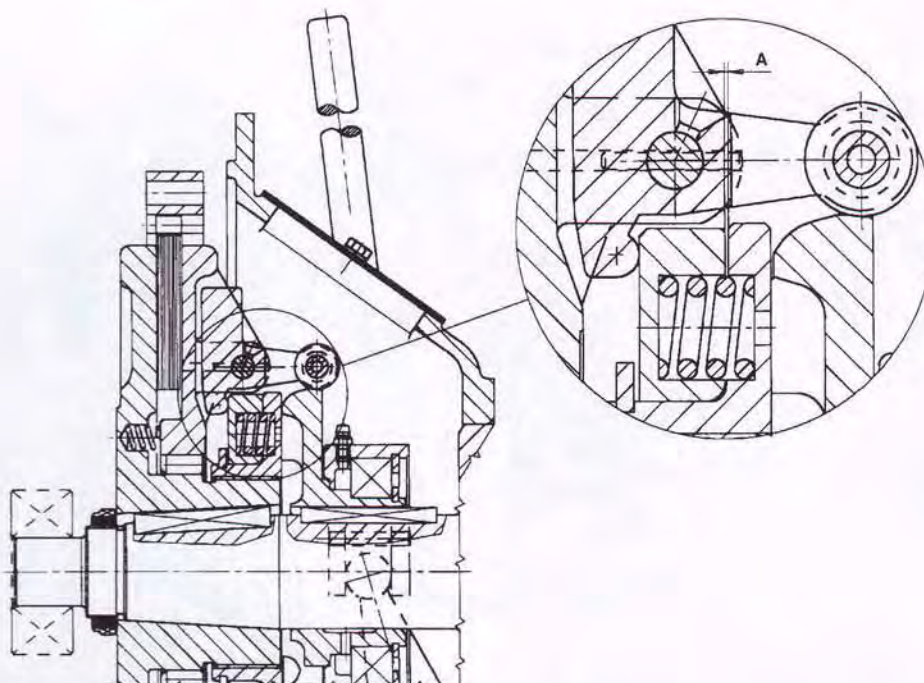
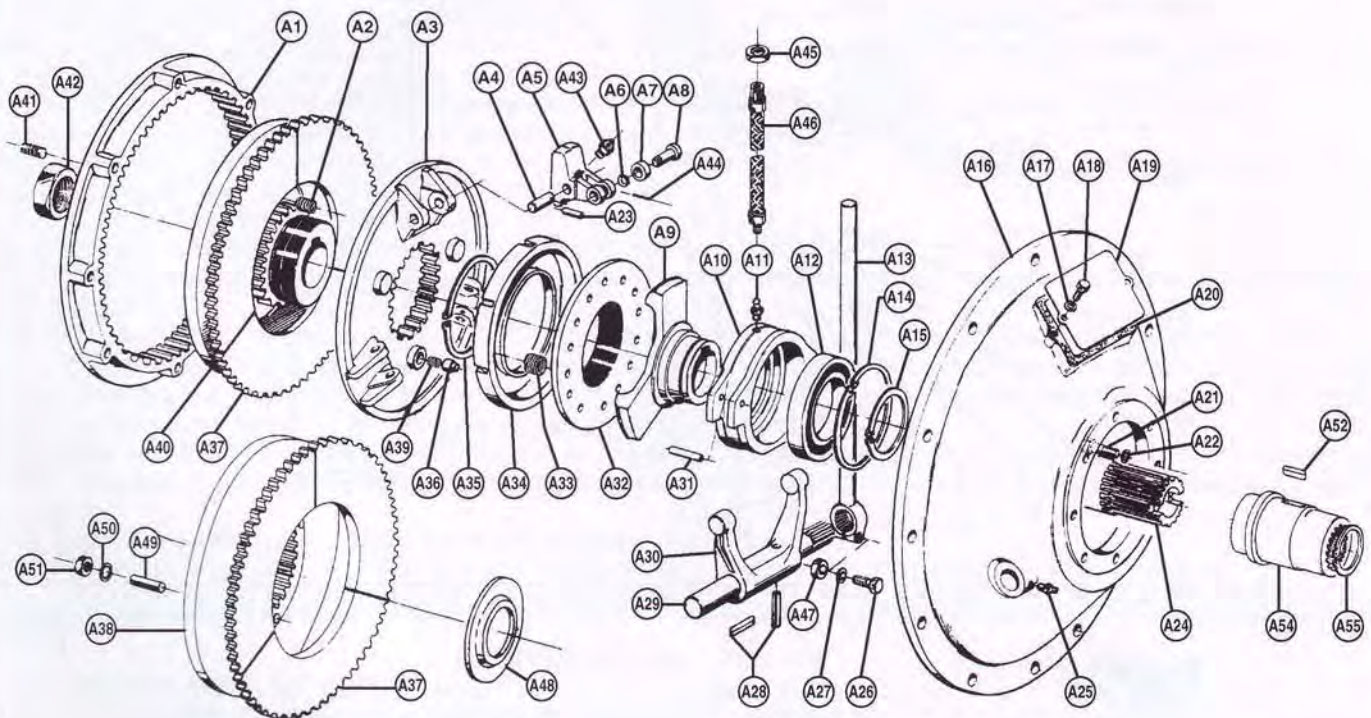

Fig. 1
Fig. 5
Referring to Fig. 1, Fig. 5:
take the inspection cover (A19) off and, with the clutch engaged, measure the distance A (Fig. 1) using a thickness gauge.
Arbre de commande (A25, fig.5), graisser toutes les 300 heures.
Le réglage de l'embrayage (ou son contrôle) ne peut être effectué que si le moteur est à l'arrêt. Référence fig. 1 et fig. 5:
retirer le couvercle d'inspection (A19), embrayer et mesurer à l'aide d'un jeu de câles la distance A (fig. 1).
2. Remove Rubber Dust Plug in rear Drive Motors (Fig 1)